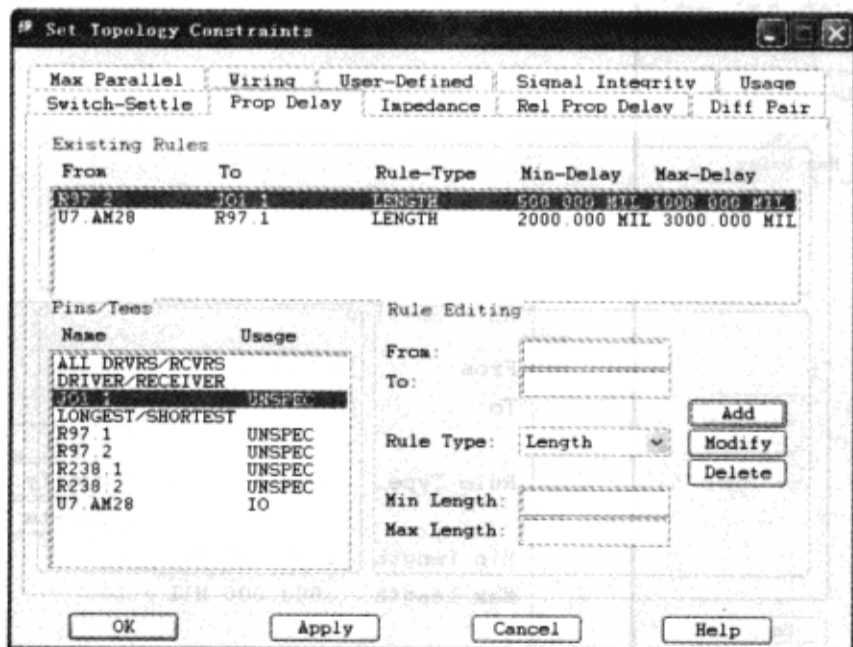

图 3-9-35 添加约束
(5) 单击“Add”按钮添加约束设置，如图 3-9-35 所示。